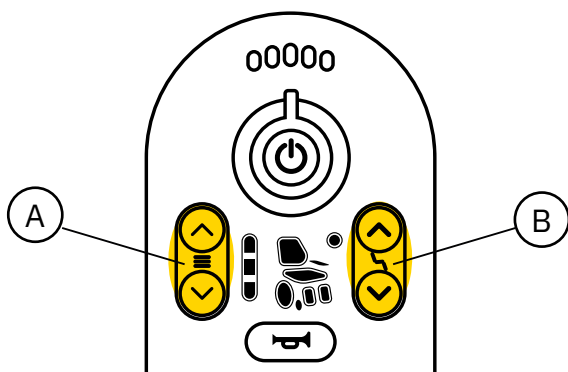

Abb. 2.2. Wahl der Fahr- und Sitzfunktionen auf der LiNX REM211.
Das Produkt ist standardmäßig mit der Bedieneinheit LiNX REM211 ausgestattet. Um das Produkt zu fahren, betätigen Sie auf der Bedieneinheit die Tasten für die Fahrfunktion (A), siehe Abb. 2.2. Während des Fahrens wird das Produkt mit dem Joystick auf der Bedieneinheit gesteuert. Die elektrische Höhenverstellung erfolgt über die Tasten zur Einstellung der Sitzhöhe (B) auf der Bedieneinheit, siehe Abb. 2.2. Die gewünschte Sitzhöhe wird mithilfe des Joysticks auf der Bedieneinheit eingestellt. Das Produkt kann zudem mit weiteren elektrischen und manuellen Sitzfunktionen ausgestattet werden. Siehe Abschnitt 5. Unter Konfigurationen und Einstellungen finden Sie detaillierte Informationen zu allen Funktionen und Bedienelementen des Produkts.